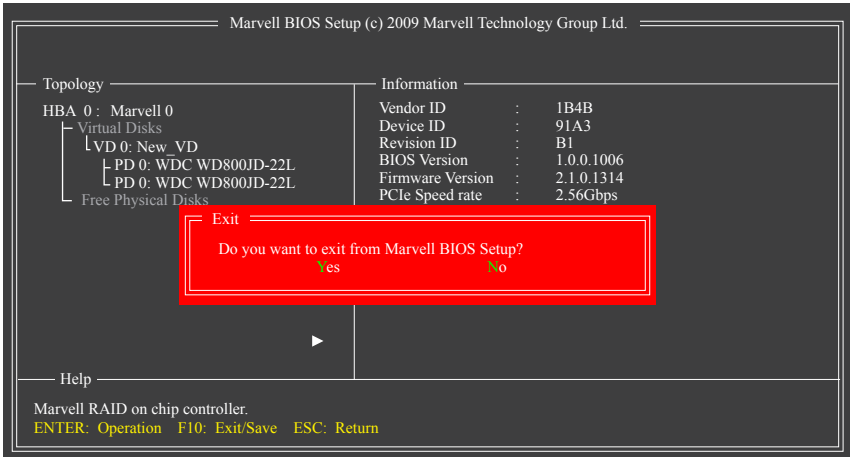

図 7
7. 設定を保存し、終了します。RAID設定を完了した後設定画面を終了する前に、メイン画面で <F10>を必ず押してください。<Y>を押して確認するか、<N>を押してキャンセルします (図 7)。